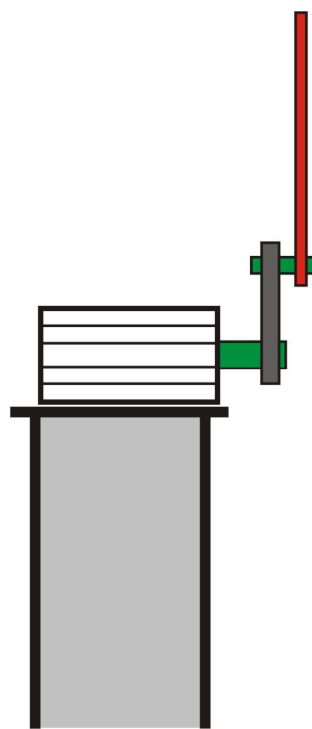

图 3: 倒立姿势 2
(2) 从旋转杆 B 及摆杆 D 均处于自然下垂状态开始, 控制旋转杆 B 作往复旋转运动, 尽快使摆杆摆起倒立, 其倒立姿势如图 3 所示, 要求保持倒立状态时间不少于 10s;
(3) 其它创新自拟。